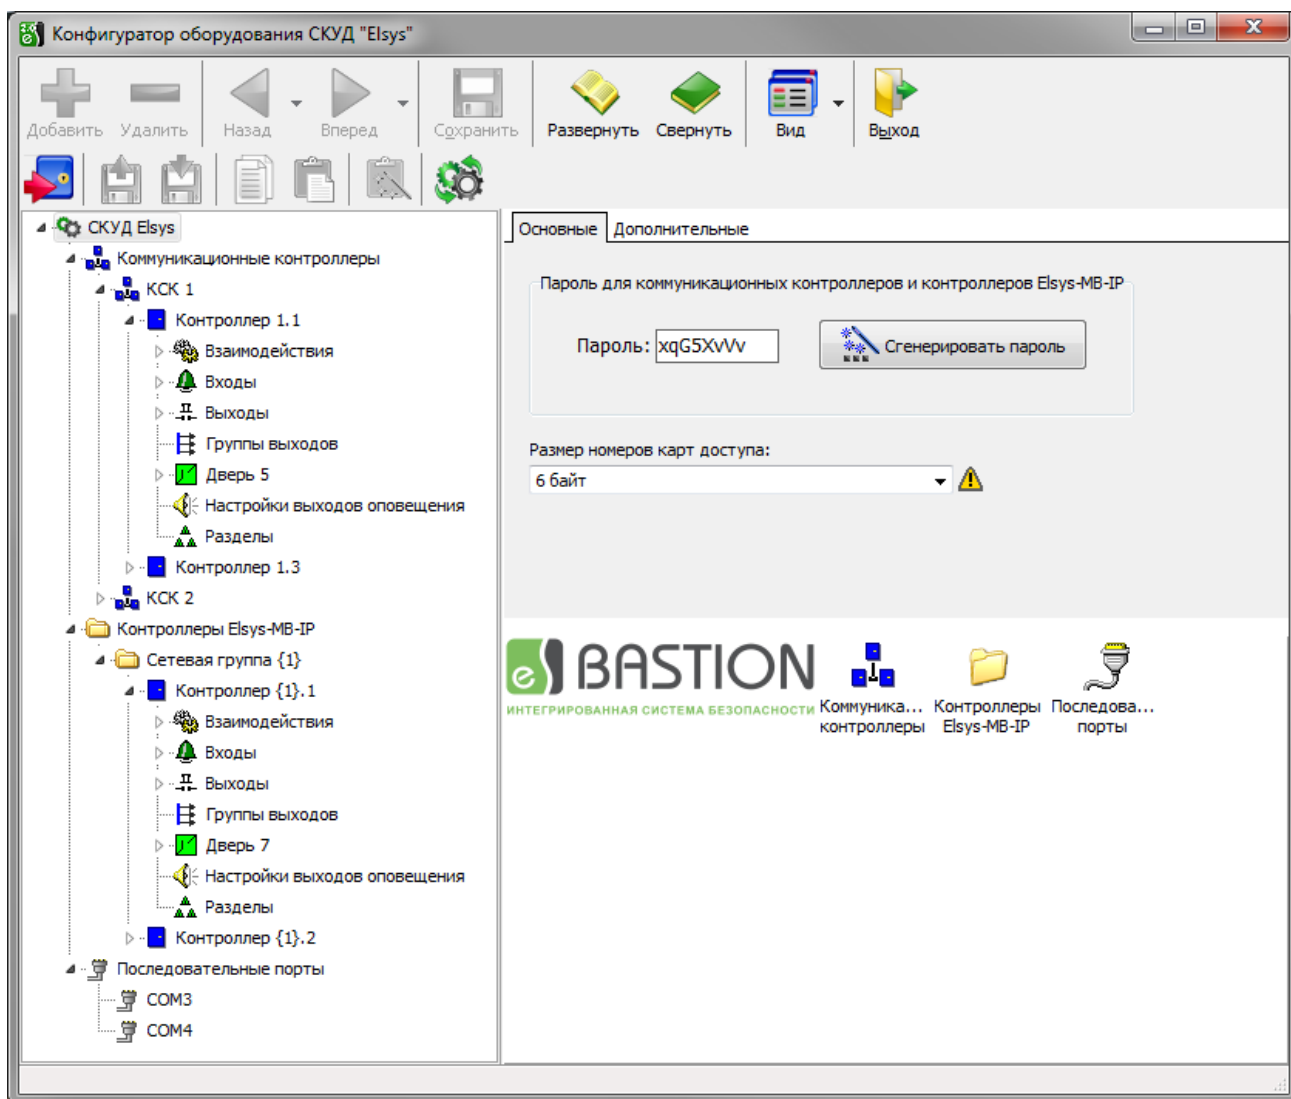

Рисунок 16 - Окно конфигуратора оборудования
- несоответствие паролей. Если в контроллер уже были записаны один раз настройки, то автоматически туда был записан и пароль (рисунок 16), если пароли в настройках драйвера и в сетевом контроллере не совпадают, то он находится не будет. В этом случае необходимо произвести аппаратную очистку конфигурации сетевого контроллера в соответствии с руководством по эксплуатации.
В левой части окна конфигуратора (рисунок 16) находится дерево устройств, относящихся к драйверу «Бастион-2 – Elsys». В правой части окна находится окно просмотра, отображающее свойства выделенного узла.